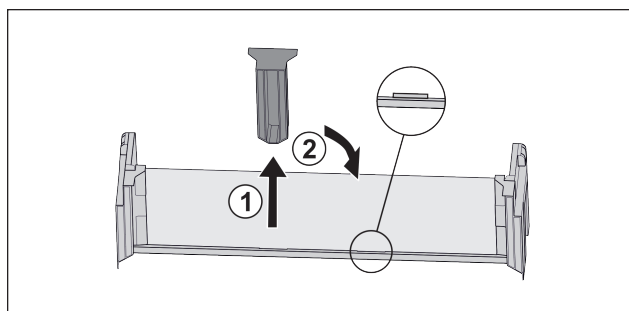

Fig. 17
- ▶ Middelste vasthoudddeel lostrekken Fig. 17 (1).
- ▶ Middelste vasthoudddeel in tweede positie inzetten Fig. 17 (2).